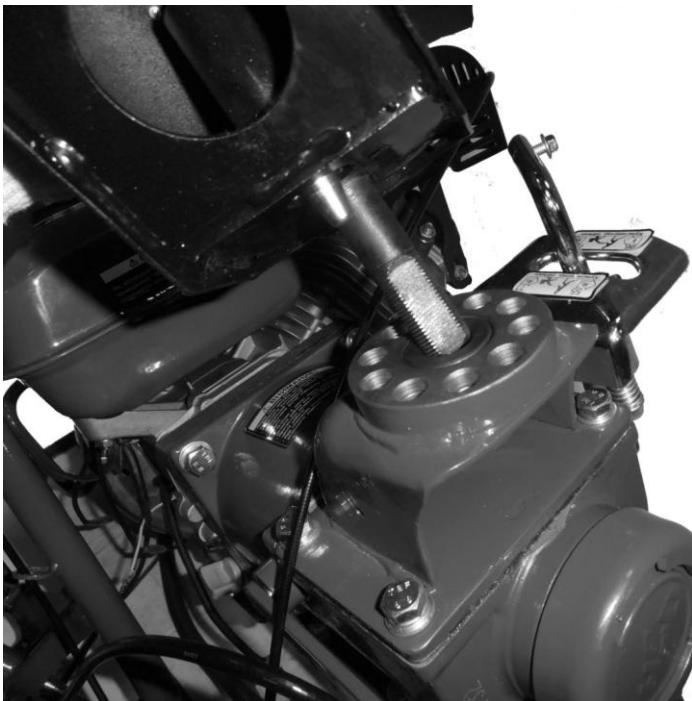
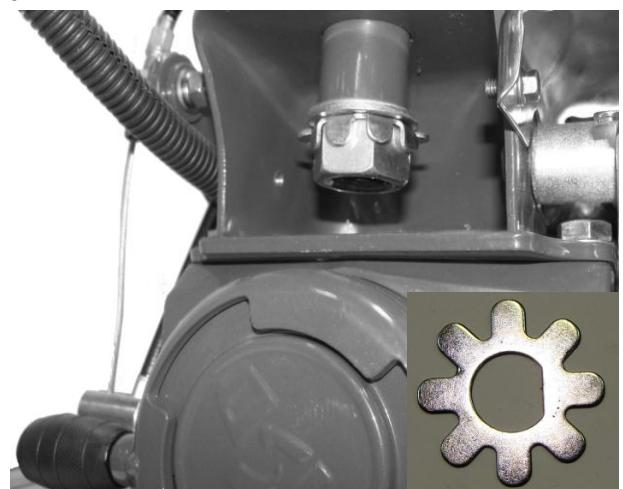

Рис. 10.
Рис. 11.
6. Установите кронштейн как показано на рисунке. Возьмите ключ на 29 и закрутите гайку с усилием, оставляющим подвижность этому соединению (рис. 10). После этого возьмите молоток и завальцуйте фиксирующую шайбу (рис. 11).